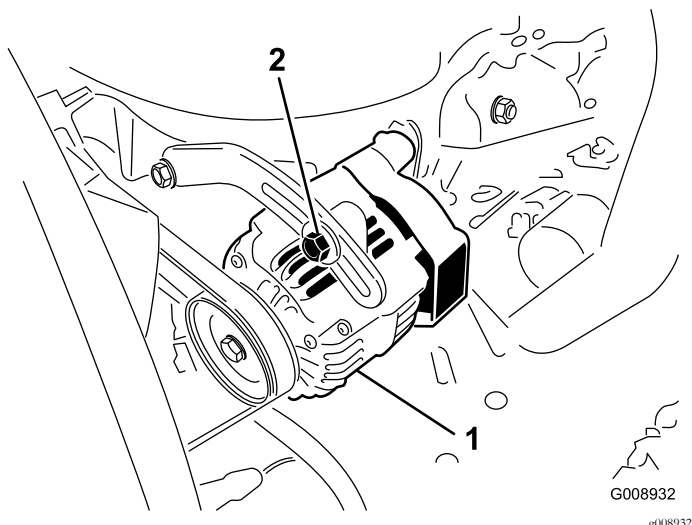

Figura 50
2. Se a deslocação obtida não for igual a 10 mm, deve desapertar os parafusos de montagem do alternador (Figura 50).